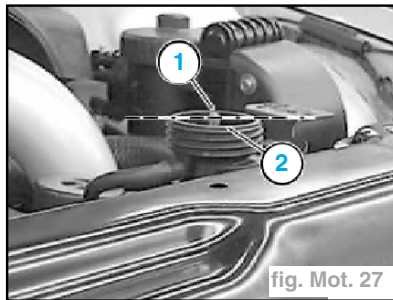

fig. Mot. 27
- le niveau et faire l'appoint jusqu'à ce que le flotteur (1) arrive à la hauteur du bord supérieur (2) du vase d'expansion. (fig. Mot. 27)